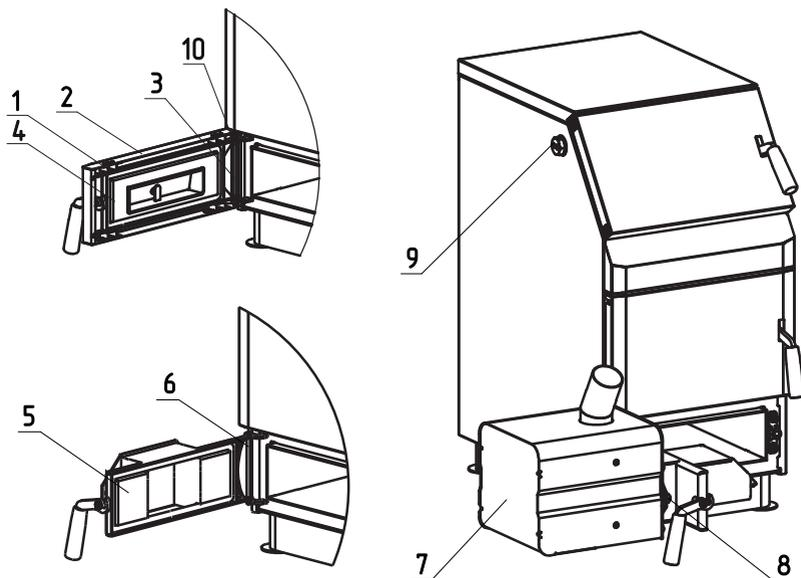
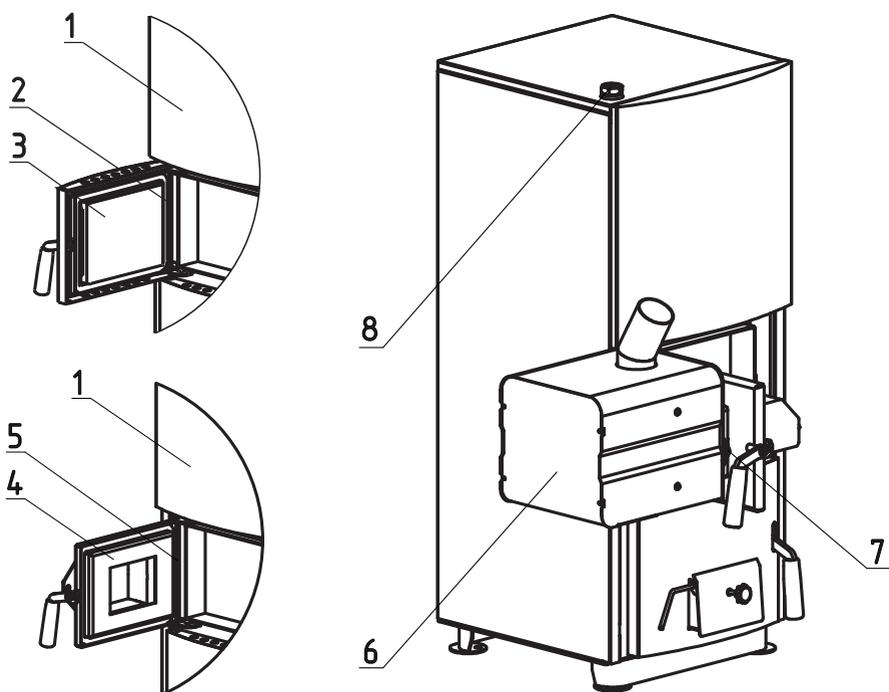

Рис. 7 Порядок установки двери на твердотопливные котлы Master/Master X 14, 20; Тополь-М 14, 20, 30; Тополь ВК 16, 22, 32
Рис. 8 Порядок установки двери на твердотопливные котлы ZOTA Mix 20 и ZOTA Mix 31,5
- Открутите 4 самореза (Рис.7, поз.1), откиньте обшивку дверцы (Рис.7, поз.2), снимите стопорную шайбу (Рис.7, поз.10) (в котлах Master X обшивки и стопорной шайбы нет) извлеките ось (Рис.7, поз.3) и снимите дверцу зольную (Рис.7, поз.4).
- Далее установите адаптер горелки (Рис.7, поз.5) и зафиксируйте его осью (Рис.7, поз.6).
- Установите горелку (Рис.7, поз.7) на котел и зафиксируйте её гайками (Рис.8, поз.8).
- Для установки гильзы под датчики температуры и перегрева снимите пробку или тягорегулятор (если установлен) и установите гильзу (Рис.7, поз. 9) в освободившееся отверстие.
- Снимите панель (Рис.8, поз.1), извлеките ось (Рис.8, поз.2) и снимите дверцу загрузочную (Рис.8, поз.3).
- Далее установите адаптер горелки (Рис.8, поз.4) и зафиксируйте его осью (Рис.8, поз.5). Затем установите на место панель (Рис.8, поз.1).
- Установите горелку (Рис.8, поз.6) на котел и зафиксируйте ее гайками (Рис.8, поз.7).
- Для установки гильзы под датчики температуры и перегрева снимите пробку или тягорегулятор (если установлен) и установите гильзу (Рис. 8, поз. 8) в освободившееся отверстие.